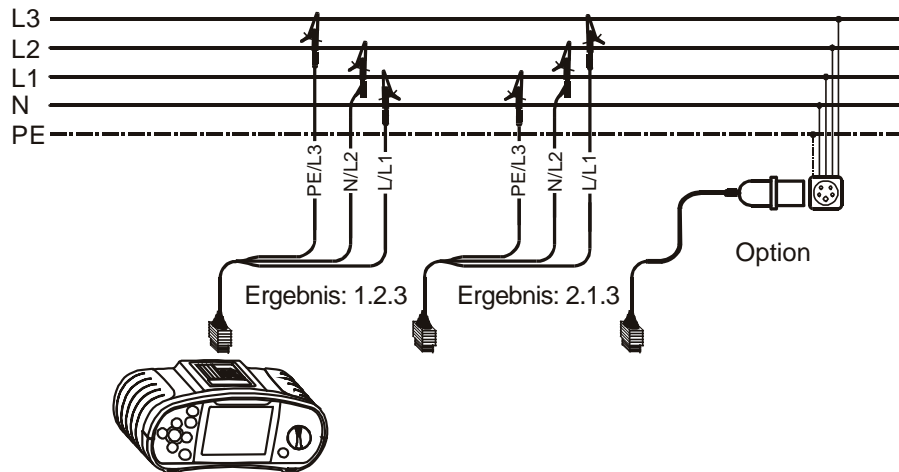

Abb. 5.37: Anschluss des Universalprüfkabels und des optionalen Dreiphasenkabels
Schritt 2 Befolgen Sie zur Prüfung der Phasenfolge den Anschlussplan in Abb. 5.37.